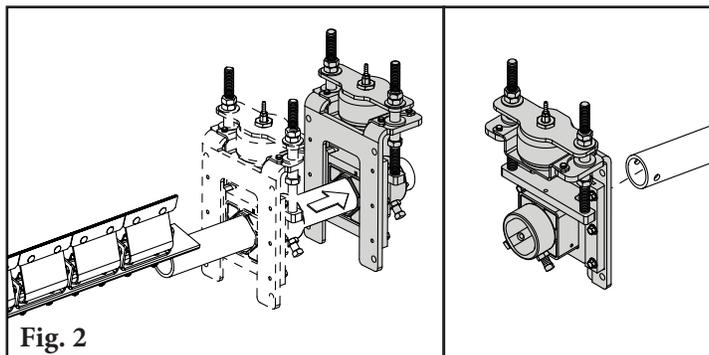

Fig. 2
2. **Instale el eje.** Deslice el eje en un montaje de eje de torsión tan lejos como sea necesario y ubique el otro extremo en el montaje opuesto (Fig. 2). Si no hay suficiente espacio, quite una de las bases de montaje, deslice el eje a través del montaje del eje de torsión y vuelva a montar la base.
2. **Desensamble la bolsa de aire y la placa de montaje superior.** Quite y guarde la tuerca del buje. Quite y deseche la placa de montaje superior. Quite (desatornille) y guarde la bolsa de aire, el accesorio roscado y la placa de soporte (Fig. 2). **Opcional:** quite los bujes guía. Esto no afecta el tensor si se dejan en su lugar.